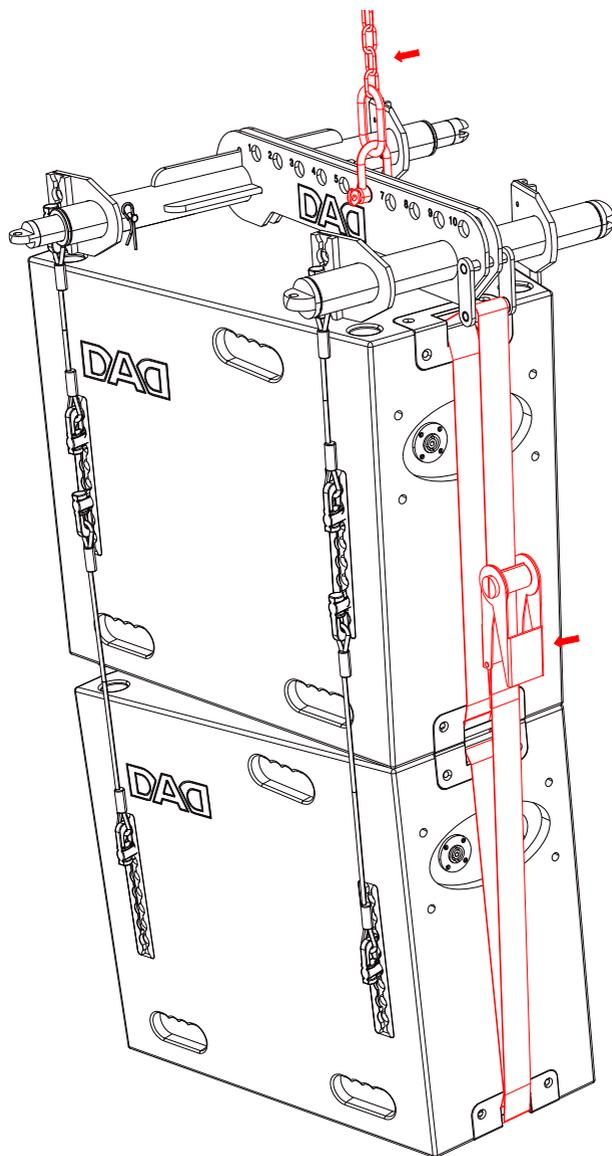

Fig.8
6. La barra di sospensione TOURING12FB può essere sollevata tramite uno dei punti di sospensione presenti sulla traversa forata (fig.8). Montare il grillo al foro numerato indicato dalla scheda di configurazione del diffusore. Poi agganciare la barra di sospensione al dispositivo di sollevamento.
6. TOURING12FB flying bar can be lifted using one of suspension points on the central support bracket (fig.8). Choose the appropriate hole position according to the configuration tab of loudspeaker and fix the shackle to the flying bar. Then, connect the MA6BAR flying bar to the hoist connector chain using the shackle.